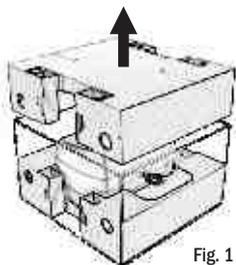

Fig. 1
- 1- Levante la protección interna superior de cartón (Fig. 1).